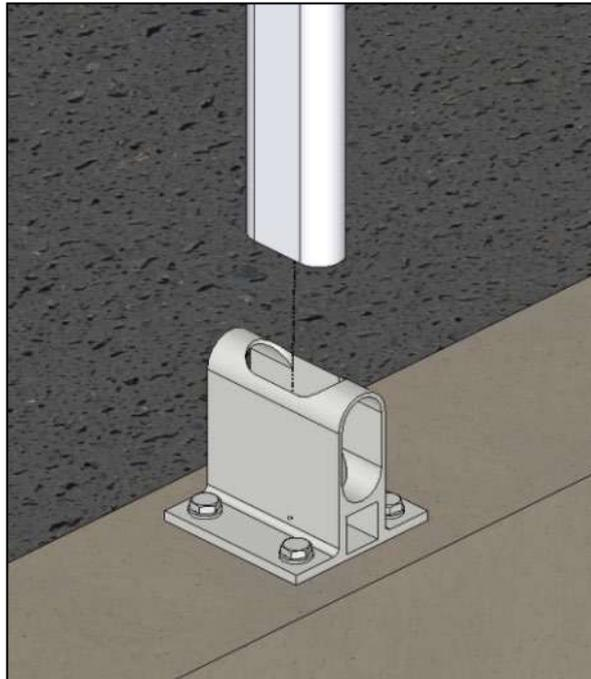

Fig. 16 – Posicionamiento del montante en el pie montante a suelo.
6. Para la fijación del montante al pie del montante *consulte el apartado 6.4.2, fig.16 y 17.*